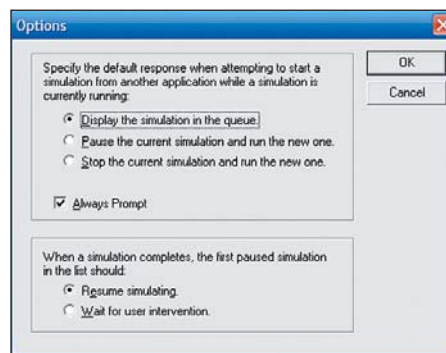

Рис. 3. Диалоговое окно Options
1. В меню **Tools** выберем **Options**. Появится диалоговое окно Options (рис. 3).